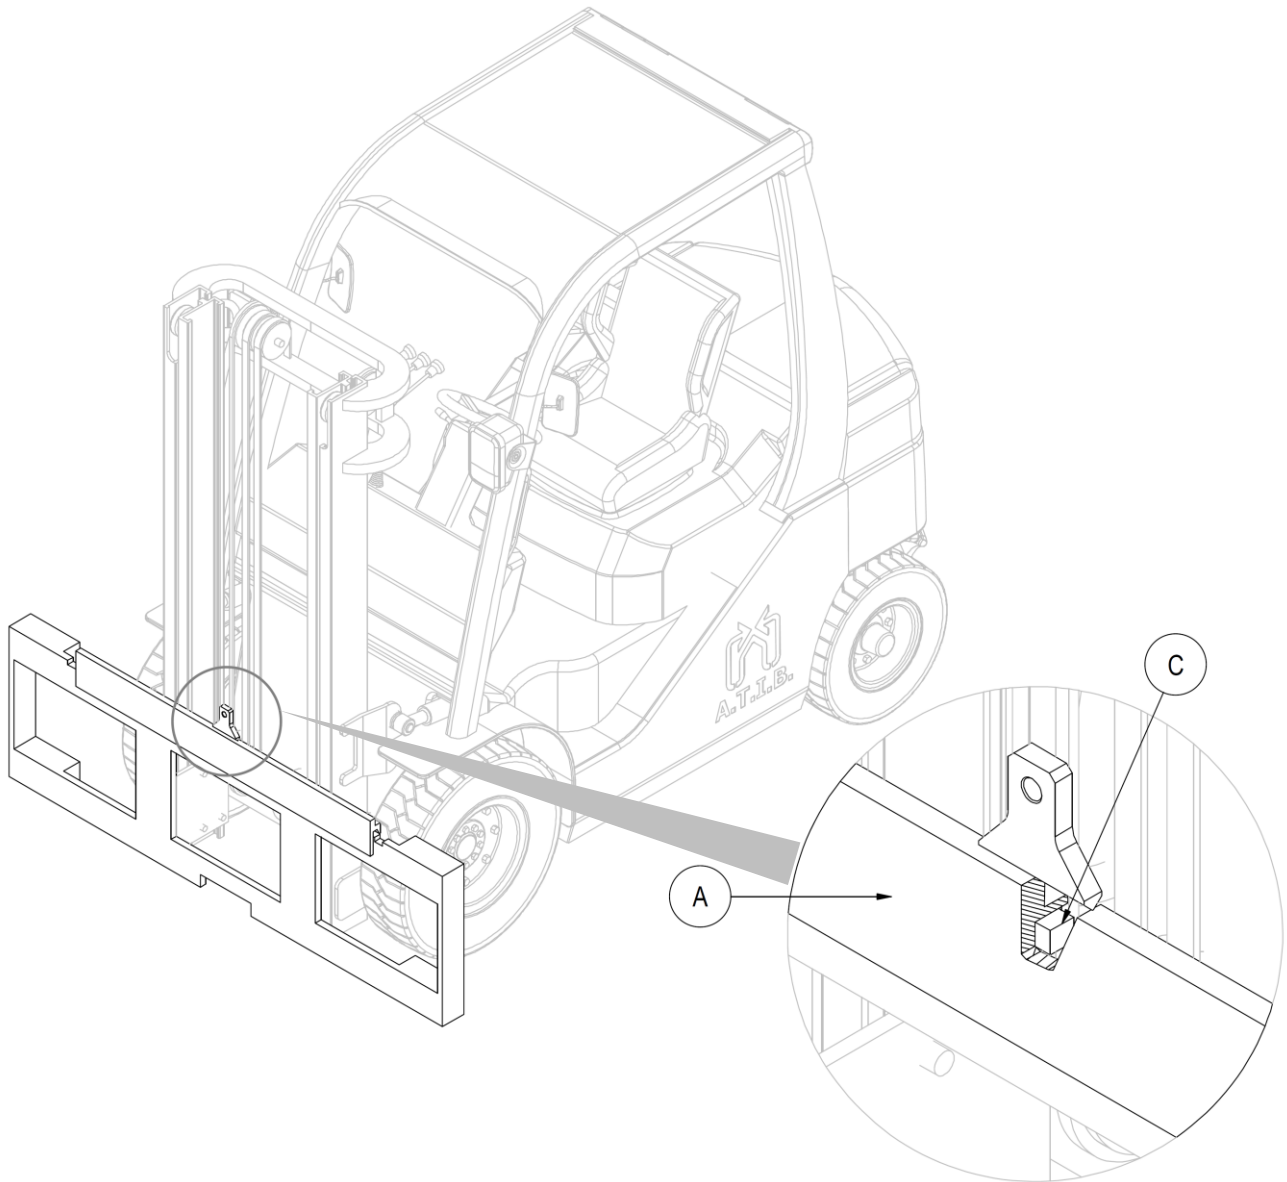

Abbildung 3
- Nachdem Sie den Verfahrzylinder ausgebaut haben, nehmen Sie mit der Hand den Doppelhaken A und positionieren Sie ihn auf das obere Profil der Trägerplatte der Gabel. Der Zentrierbolzen C muss in der Mittelkerbe in der Trägerplatte einrasten (siehe *Abbildung 3*).